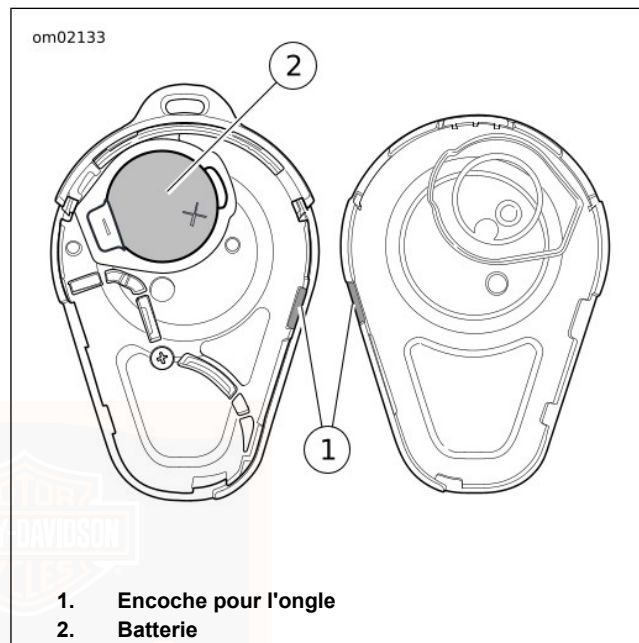

Figure 17. Pile pour porte-clés
1. Voir Figure 17 . Faire levier avec une lame fine dans la fente (1) située sur le côté du porte-clés à télécommande pour séparer les deux moitiés.
2. Retirer la pile (2) et la jeter.
- a. Repousser le fermail (3) pour dégager la pile.